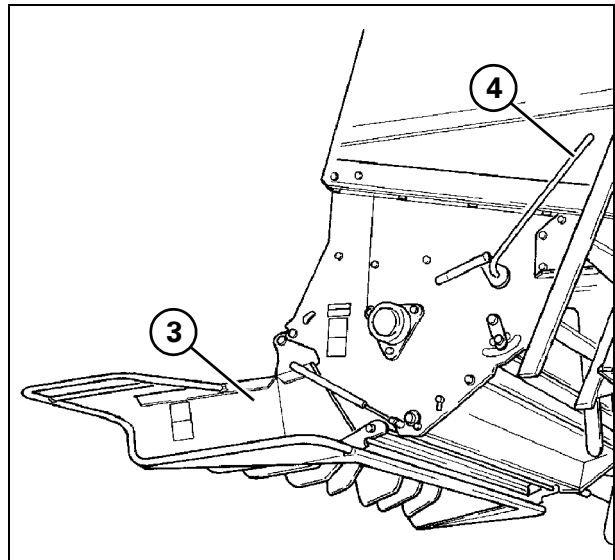
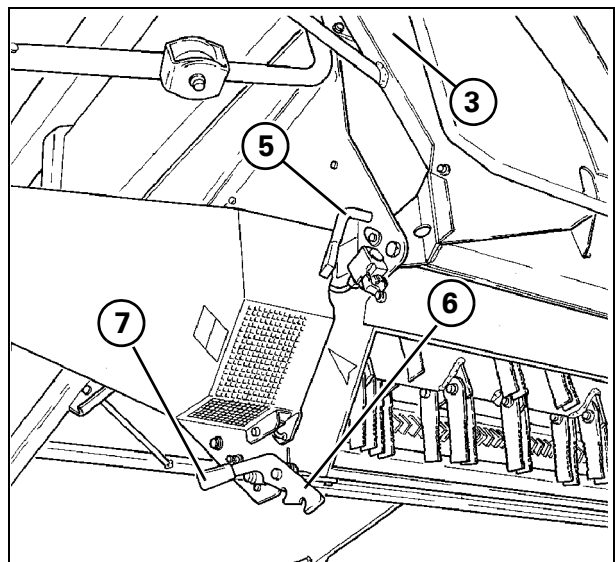
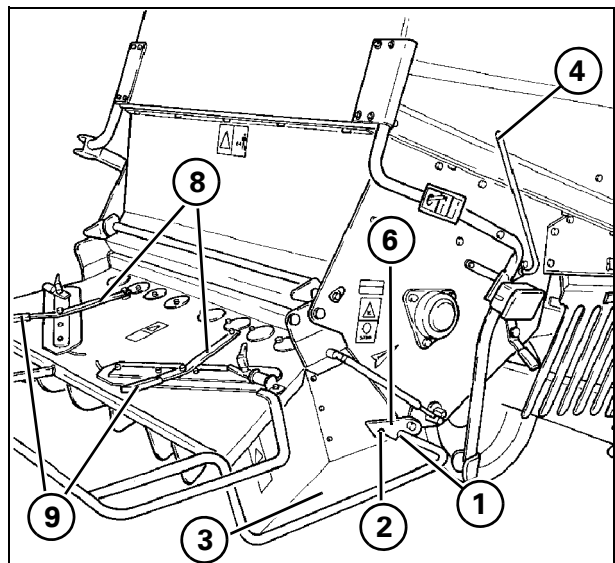

Рис. 22
Рис. 23
Рис. 24
Рис. 22 и Рис. 23
При движении по дорогам ротор соломорезки должен быть заблокирован, а разбрасыватель (3) должен находиться в рабочем положении, как показано на Рис. 22. При буксировке комбайна прицепа жатки разбрасыватель (3) должен быть направлен вверх, как показано на Рис. 23. Для того чтобы поднять разбрасыватель вверх, отпустите блокировочное устройство (6) при помощи рычага (7), поверните разбрасыватель (3) вверх и закрепите его при помощи блокировочного устройства (5).
РАБОЧЕЕ ПОЛОЖЕНИЕ - Рис. 22 – Рис. 24